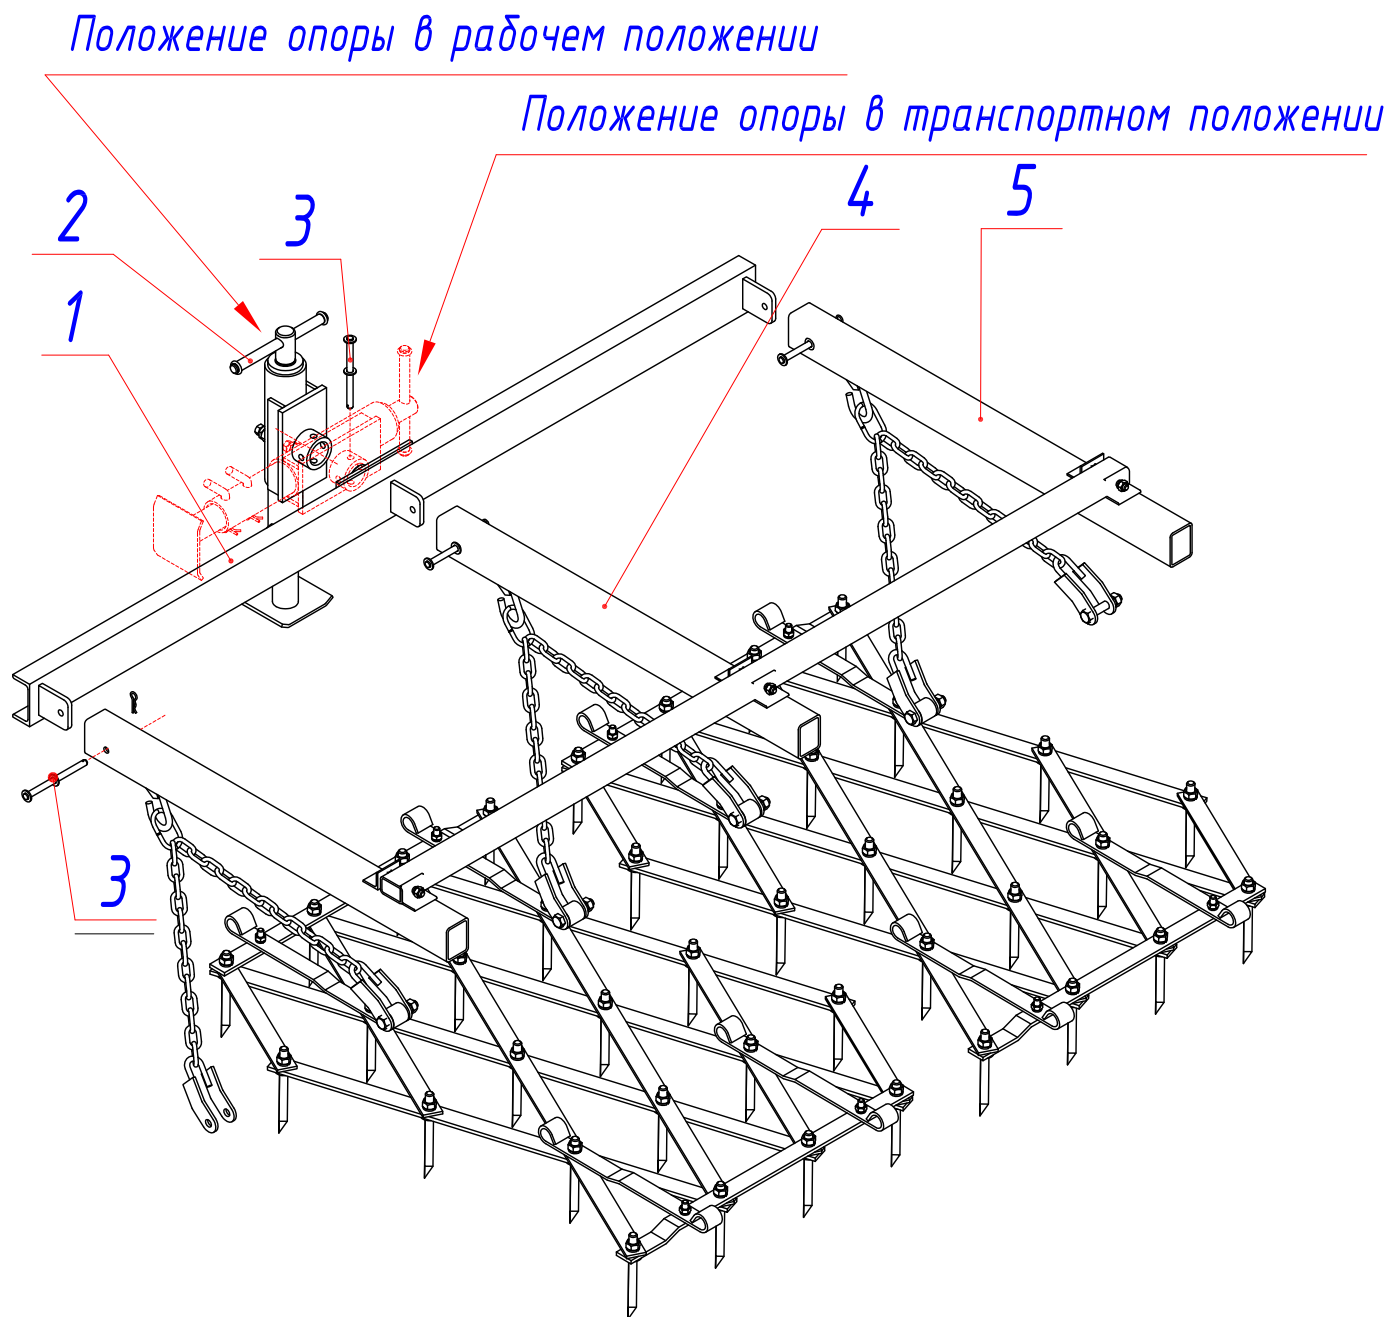

Рис.12 Задняя регулируемая опора.
2.1.9 Задняя регулируемая опора 2 (рис.12) служит для удерживания сцепки в рабочем положении при отсоединении сцепки от трактора. Опора устанавливается на ось поперечины 1 закрепленной на штангах 4 и 5 центральной секции и фиксируется в рабочем или в транспортном положении фиксатором 3.
- отсоединять сцепку в рабочем положении от трактора без установленной задней выносной опоры 5а рис.1 в рабочем положении (см. рис.12).